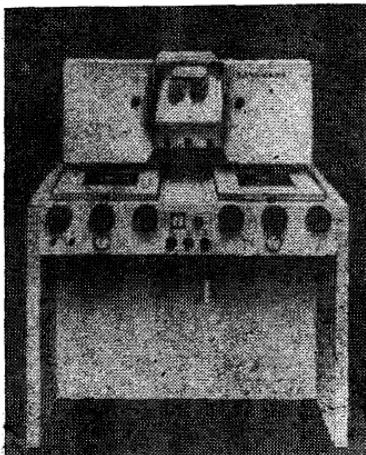

Рис. 36. Трансмарк
7.6. Трансмарк (рис. 36) предназначен для выбора, идентификации и бесконтактной маркировки точек на фотоснимках. Представляет собой прибор для стереоскопического наблюдения снимков с устройством для маркировки точек. Бесконтактная маркировка производится с помощью лазерного луча. Для обработки пригодны снимки, полученные на прозрачной основе. Предусмотрена возможность раздельного или совместного маркирования точек на фотоснимках стереопары. Фотоснимки освещаются проходящим светом, яркость которого можно регулировать для каждого снимка независимо. Конструкция осветительного устройства ускоряет процесс наведения на маркируемые точки. В приборе предусмотрено независимое перемещение кассет с снимками в направлении осей  $X$  и  $Y$  на  $\pm 5$  мм и по вертикали (для фокусировки) на 10 мм. Возможен плавный оптиче-